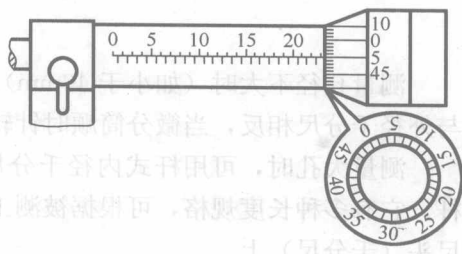

图 1.2.12 外径千分尺的刻线原理
3) 外径千分尺的刻线原理。测微螺杆的螺距为0.5mm。固定套管上每相邻两刻线轴向每格长为0.5mm。当微分筒转1圈时,测微螺杆就移动1个螺距0.5mm。微分筒圆锥面上共等分50格,微分筒每转1格,测微螺杆就移动 $\frac{0.5\text{mm}}{50}=0.01\text{mm}$,所以千分尺的测量精度为0.01mm,如图1.2.12所示。